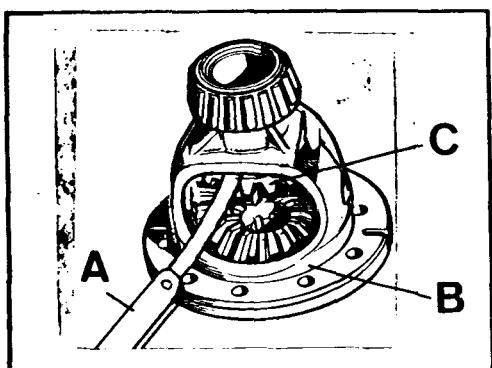

Fig. E1-58.- Ajuste holgura planetarios
6.07.- Verificar la holgura entre satélites y planetarios para lo cual se introducirá una galga entre uno de los planetarios y su asiento en la caja de satélites. (Fig. E1-58). Dicha holgura no deberá ser nunca superior a 0,5 mm. (0,020") y los piñones deberán girar libremente. En caso necesario seleccionar las piezas nuevas hasta conseguir un reglaje adecuado.